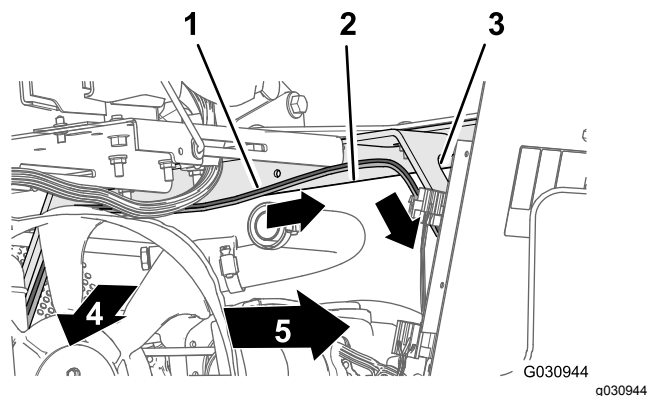

Figure 137
2. Acheminez la branche de 165 cm du faisceau transversalement à l'angle du boîtier du siège et vers le bas le long du support gauche du carénage du moteur Figure 137.